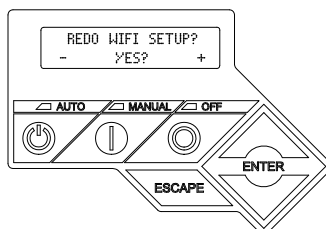

Abbildung 3-7. Seite „WLAN-Setup wiederholen“
2. Siehe **Abbildung 3-7**. Scrollen Sie mit dem Auf/Ab-Pfeil und ENTER zur Seite **REDO WIFI SETUP?** (WLAN-Setup wiederholen?). Wählen Sie YES (JA) aus.